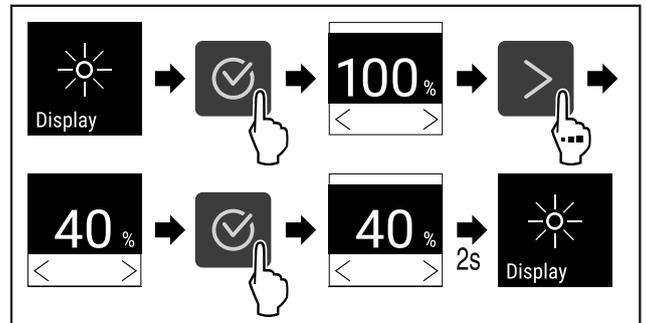

Fig. 77
- ▶ Seguir los pasos de procedimiento (consulte Fig. 77) .